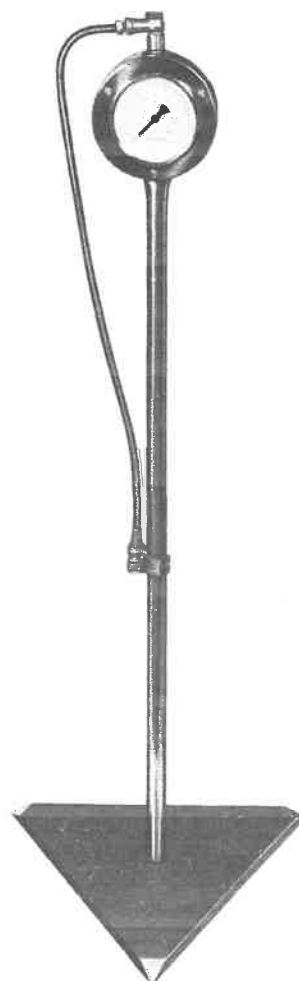

Fig. 3
**Prüfgerät für Bremskraftregler BR 16 — BR 18 Fig. 3**